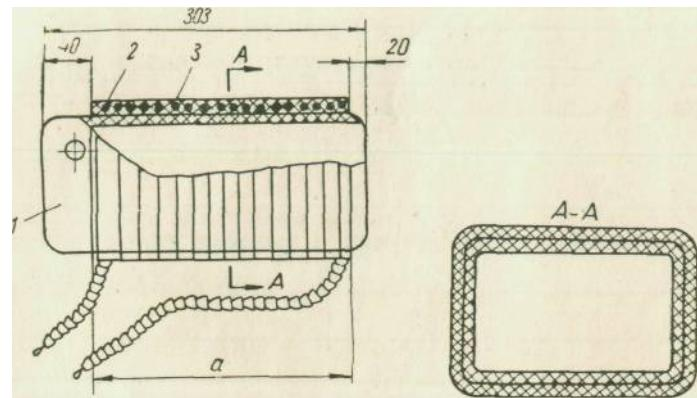

Рис. 4. Узел нагревателя (гарнитурный чертеж):
4. 3. 1. Вынуть узел нагревателя из электропечи указанным выше способом, снять с муфеля старый нагреватель и намотать новый, руководствуясь технической характеристикой нагревателя и чертежом узла нагревателя (рис. 4).